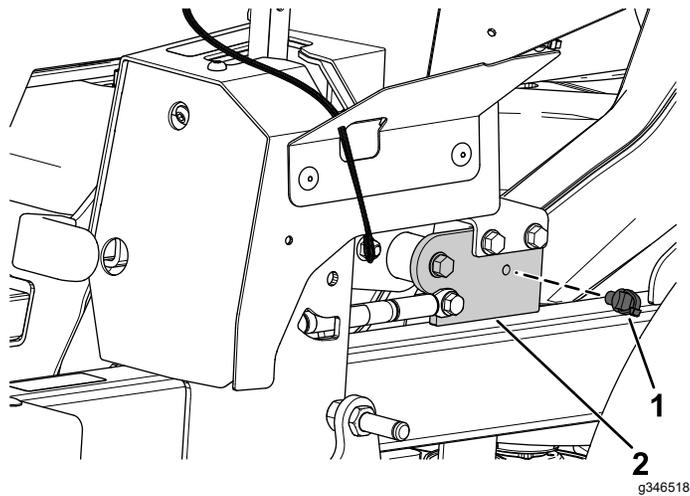

図 17
1. 駐車ブレーキレバー用ブラケットに前側押し込みファスナを取り付ける 図 17。